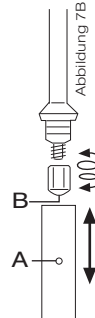

Abbildung 7B
- 9.-Um Verstopfungen des Milchschaumers zu vermeiden können die Absorptionsöffnungen (A und B) mit Büroklammern gereinigt werden. (siehe Abbildung 7B)